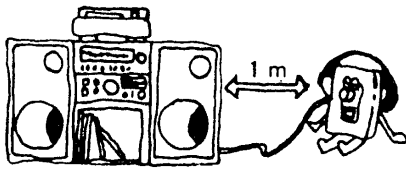

図5
- この器具と音響機器およびアンテナ、アース線はできるだけ(1m以上)はなしてください。(図5)